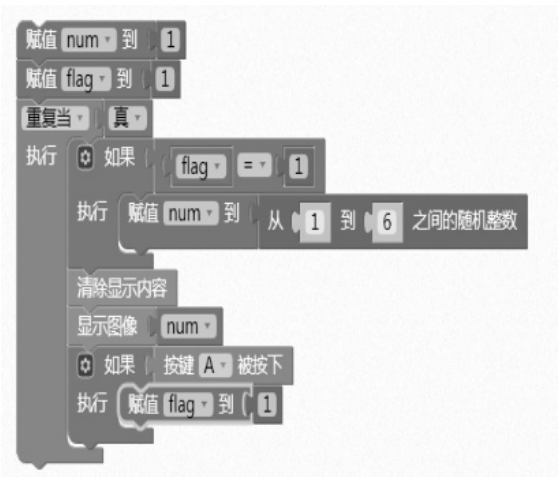

图 6-17 按下按键 A，重新生成随机数
⑩ 判断按键 A 是否被按下，在“显示图像”的下方添加“如果 执行”。在“如果”条件中处添加“按键”块中的“按键 A 被按下”，在“执行”中为 flag 赋值 1，表示重新生成随机数，如图 6-17 所示。